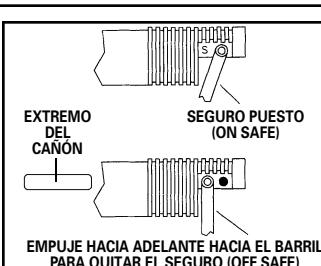

Fig. 2
- Encuentre el seguro sobre la caja de los mecanismos (Fig. 2).